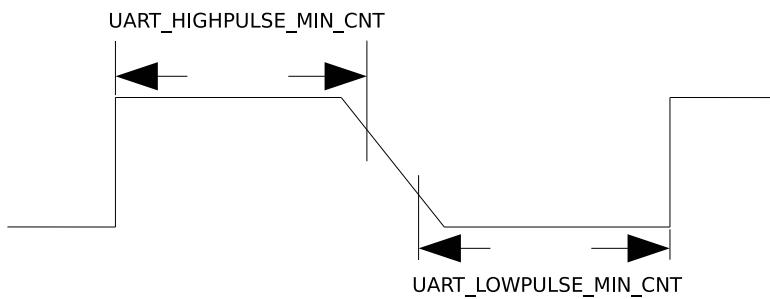

图 26-5. UART 信号下降沿较差时序图
- 对于 UART 信号的下降沿信号比较差的情况，如图26-5所示，这时通过取 UART\\_LOWPULSE\\_MIN\\_CNT 与 UART\\_HIGHPULSE\\_MIN\\_CNT 的和平均得到的值不准确，可以通过 UART\\_POSEDGE\\_MIN\\_CNT 获取发送方波特率。计算公式如下：